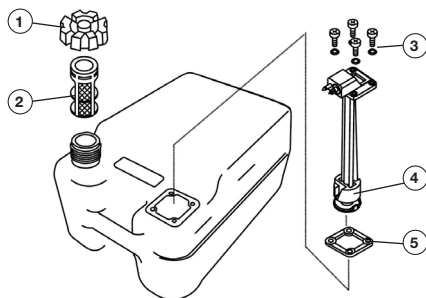

Рис. 46 Обслуживание внешнего топливного бака
1. Открутите крышку 1 топливного бака и извлеките из горловины бака сетчатый фильтр 2 (Рис. 46).
5. Открутите винты 3 крепления топливозаборника и извлеките топливозаборник 4 из бака (Рис. 46).
- Установите между топливозаборником и топливным баком новую прокладку 5 (Рис. 46).